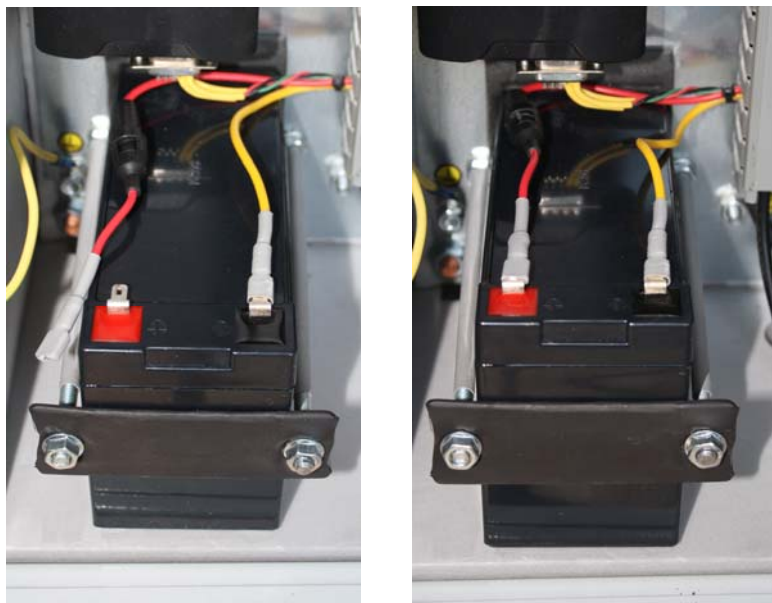

Рисунок 4.6
5. Подключить клеммы к аккумуляторной батарее, сначала желтый провод, затем красный (Рисунок 4.6).